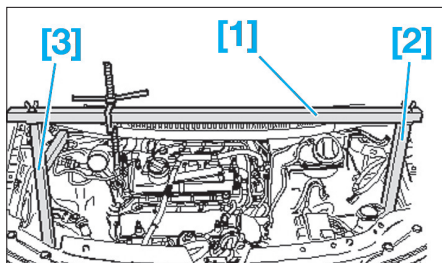

Fig. 7
- [1]. Dispositif de soutènement réf VW : 10 222 A (Fig.7)
- [2]. Pied pour le dispositif de soutènement réf VW : 10 222 A/14 (Fig.7)
- [3]. Pied pour le dispositif de soutènement réf VW : 10 222 A/15 (Fig.7)
- Mettre en place le dispositif de soutènement [1] avec les pieds [2] et [3] comme indiqué (Fig.7).